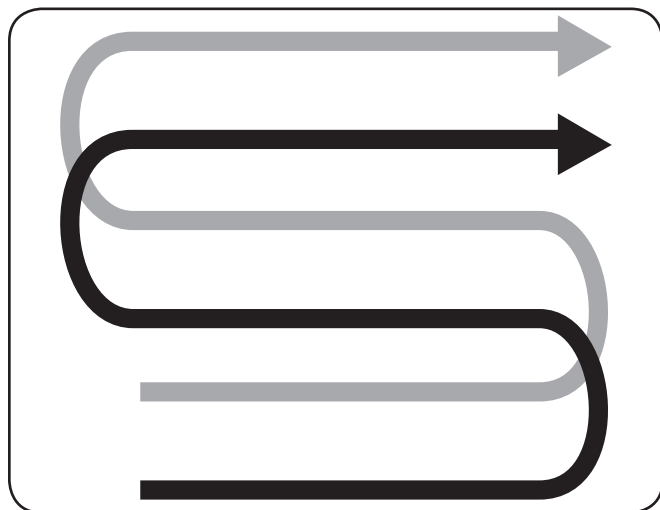

Figure 5-7
- Lorsque vous préparez un lit de semences, chevauchez chaque rangée d'une demi-largeur de motoculteur. Voir Figure 5-7.